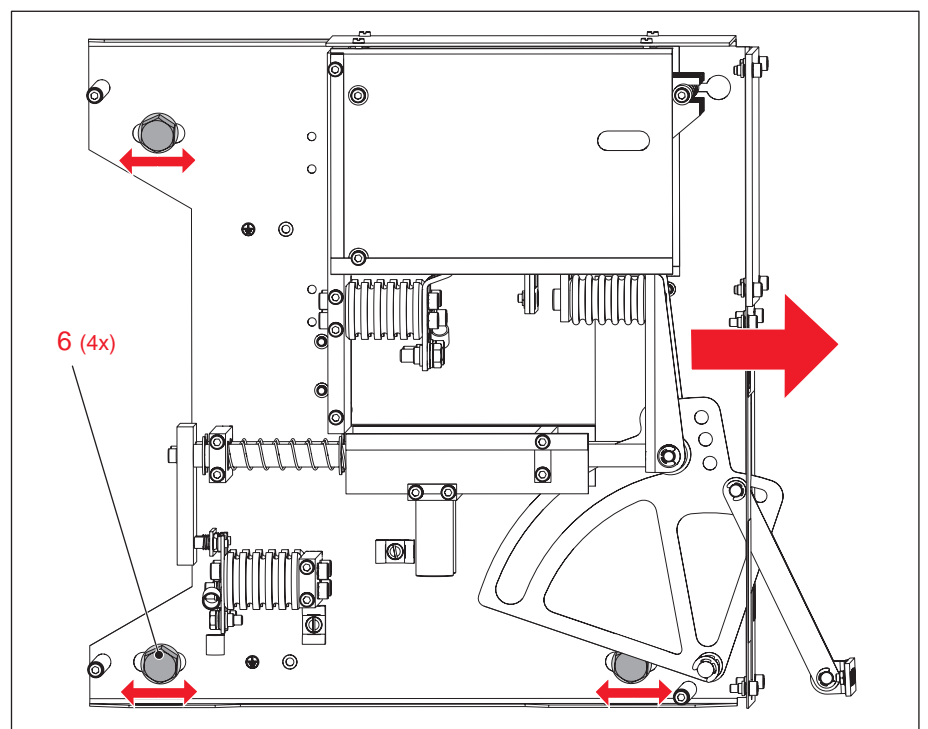

Bild 9: Nachjustierung des Gerätes
1. Zur Nachjustierung die 4 Befestigungsschrauben M10 (6) des Gerätes leicht lösen und das Gerät nach vorne, in Richtung Schaltkastendeckel bzw. Tür schieben, siehe **Bild 9**.
2. Die 4 Befestigungsschrauben M10 (6) wieder anziehen.